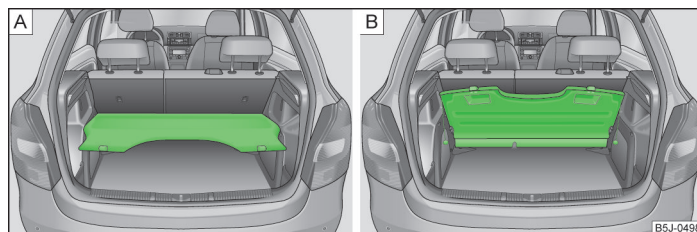

Fig. 49 Cubierto del maletero: en la posición inferior/montada detrás de los asientos traseros
- en la posición inferior sobre los elementos de apoyo » fig. 49 - [A] » !;
- detrás de los asientos posteriores » fig. 49 - [B].
En esta posición » fig. 49 - [A] la cubierta del maletero está prevista para guardar pequeños objetos de hasta 2,5 kg de peso. ■